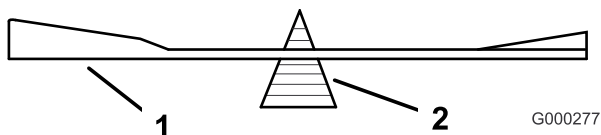

Figura 80
2. Verifique el equilibrio de la cuchilla colocándola sobre un equilibrador de cuchillas (Figura 80). Si la cuchilla se mantiene horizontal, está equilibrada y puede utilizarse. Si la cuchilla no está equilibrada, rebaje algo del metal en la parte de la vela solamente (Figura 78). Repita este procedimiento hasta que la cuchilla esté equilibrada.